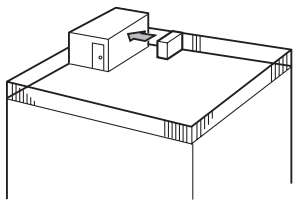

Fig. 2-4
- (1) Direcione a saída de ar para a parede mais próxima a uma distância de cerca de 500 mm. (Fig. 2-4)